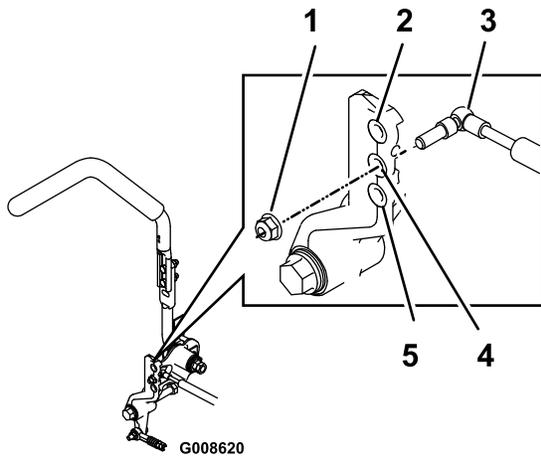

图64
2. 拆下锁紧螺母，将减震器安装螺栓移至所需的位置，然后安装锁紧螺母。请参阅 图64 了解可选安装位置。